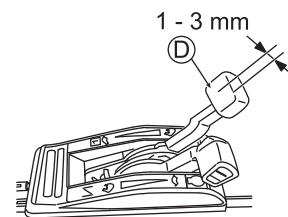

Fig. 27
Réglez le jeu du Levier de changement de vitesse (D) à 1 - 3 mm ainsi qu'illustré dans la Fig. 27.
- 3 Démarrez le moteur et vérifiez que la vitesse de rotation change lorsque vous activez le Levier de changement de vitesse (D).